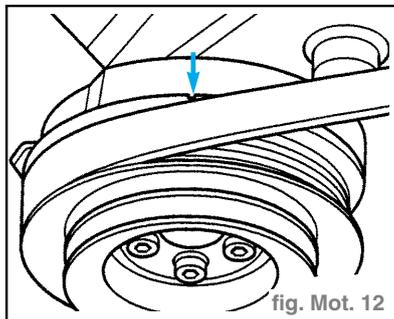

fig. Mot. 12
- Amener le vilebrequin au PMH du cylindre 1. (fig. Mot. 12)